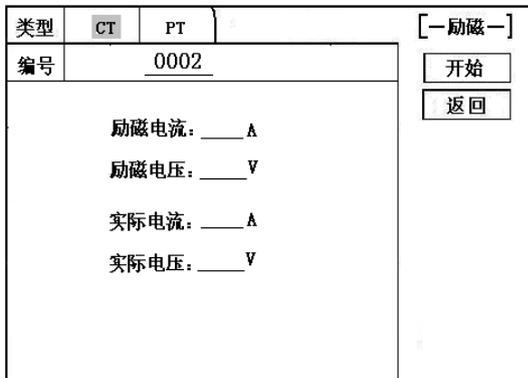
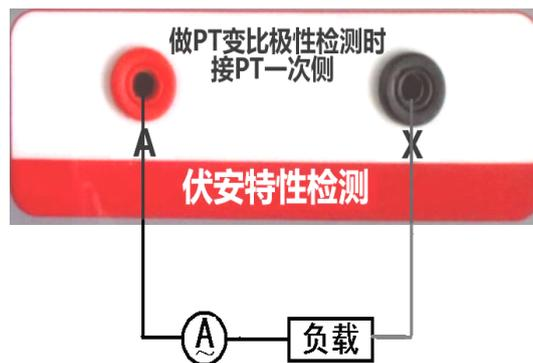

图 28，校准测试主界面
图 30，电流校准接线图
进入 CT “励磁” 测试界面后，选择进入“校准”试验界面（如图 28），设定好励磁电流值：0.1A ~ 5A；励磁电压值：1V~1000V。
制器，试验返回图 28 界面。
电流校准试验参照图 30 进行接线，电压设定值略高于【电流设定值 (A) * 负载 (Ω)】，设置好被测电流/电压值后，合上功率开关，选择“开始”选项，按下控制器，试验即开始，试验到达设定值后将保持输出电流/电压值用于检测，检测完毕后，按下控制器，试验返回图 28 界面。